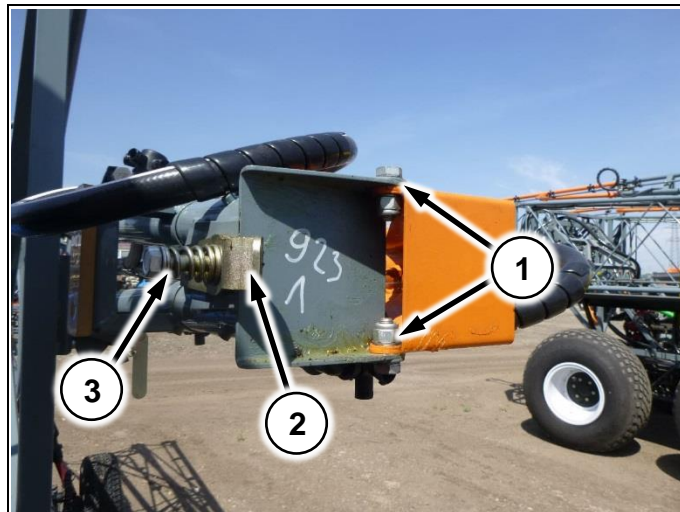

Рис. 63
1. Убедитесь, что в закрытом состоянии законцовка плотно фиксируется болтами (Рис. 63/1). Если необходимо подтяните болты
2. Убедитесь, что законцовка находится в замке защелки (Рис. 63/2). Если необходимо подтяните пружину защелки болтом (Рис. 63/3)